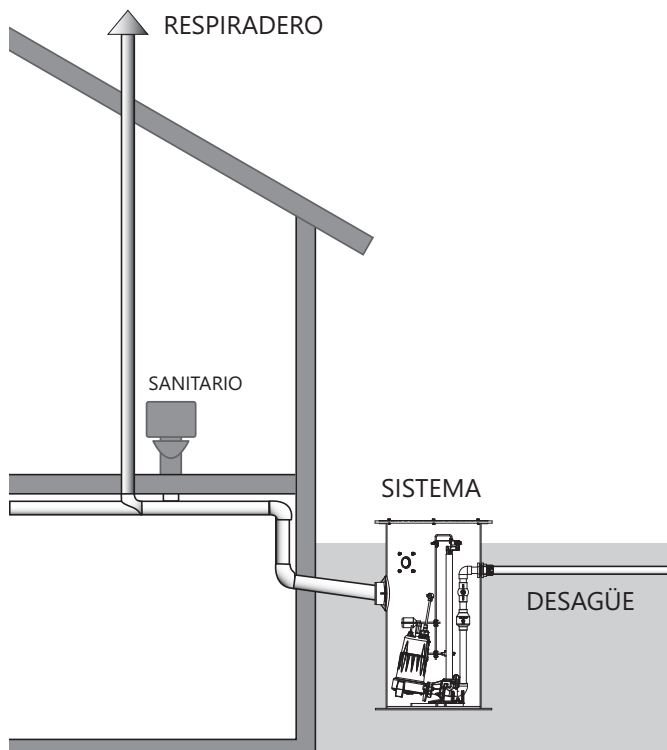

Figura 1. Ventilación entrante
C. Ventilación: La cubeta de fibra de vidrio incluida con el modelo de la serie 2448 debe estar completamente sellada y con ventilación adecuada para cumplir con los requisitos del código de salud y plomería. El modelo de la serie 2448 está diseñado con una ventilación a través de un punto de admisión a un sistema de ventilación existente en la construcción. Para que esto sea posible, no debe haber purgadores entre el punto de admisión del modelo de la serie 2448 y la conexión más cercana al sistema de ventilación del edificio. Ver la Figura 1 como ejemplo. Si esto no es posible o no es deseable para la aplicación, se puede abrir un orificio en la tapa sólida de fibra de vidrio e instalar una brida o arandela de ventilación.